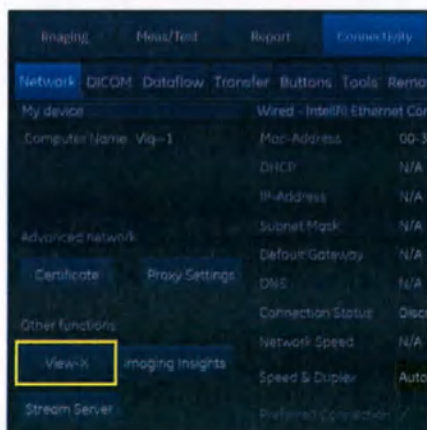

Рис. 5-13. Кнопка «Video Streaming» (Потоковая передача видеоданных) в окне настройки сети.
3. Нажмите кнопку **View-X** (Функция View-X) (Рис. 5-13).